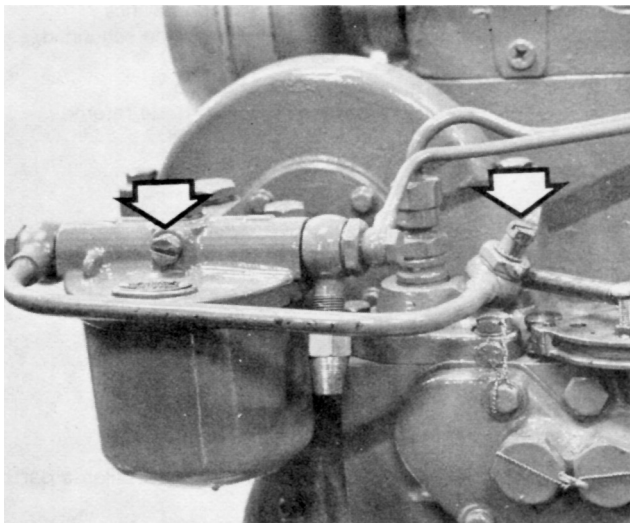

Figure 45. Vis de purge du système d'alimentation.
1. Ouvrir la vis de purge du filtre fin, voir figure 45.
1. Enlever l'une des vis de purge, voir figure 45, et connecter à la place un manomètre.